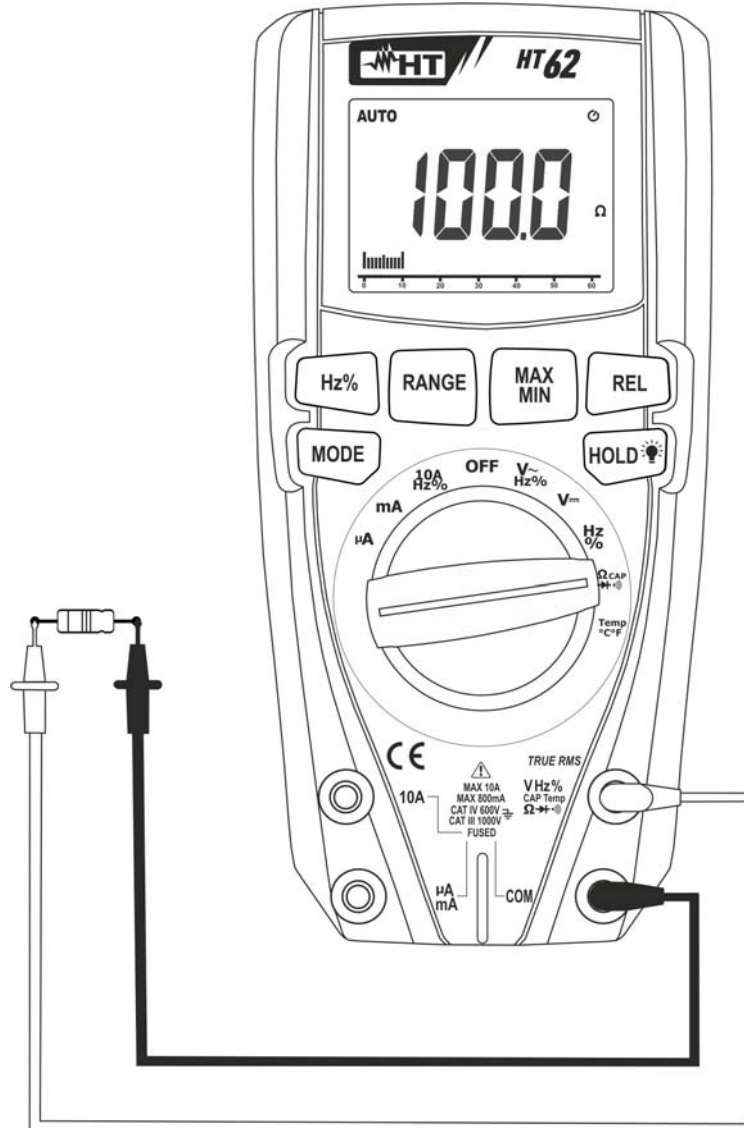

Fig. 5: Utilisation de l'instrument pour mesure de résistance et test de continuité
3. Positionner les embouts sur les points désirés du circuit sous test (voir Fig. 5). La valeur de résistance est visualisée à l'écran.